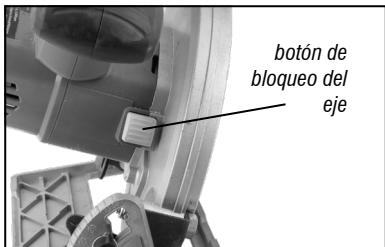

Fig. 4 – Quitar la hoja
- a. Para retirar la hoja de sierra, presione profundamente el botón de bloqueo en el eje y manténgalo en esta posición de forma continua, como se muestra en la Fig. 4. Si es necesario, gire el eje ligeramente con la mano libre hasta que se bloquee en posición.